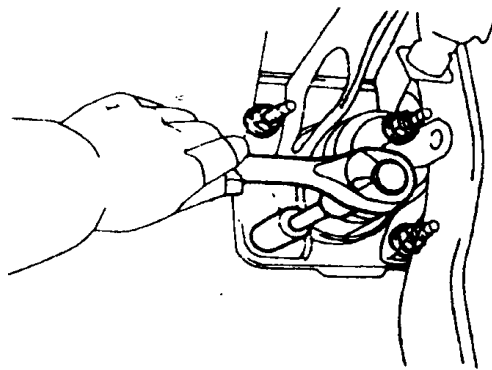

图3-10
- (2) 脱开制动灯连接器。
- (3) 拆下4个螺母和制动踏板支架, 如图3-10 所示。
(1) 用4个螺母安装制动踏板支架（见图3-10），拧紧力矩： $13\text{N} \cdot \text{m}$ 。
(2) 连接制动灯开关接头。